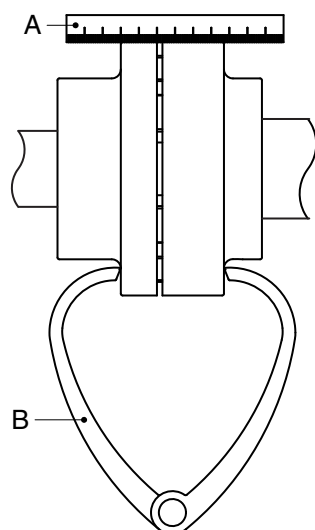

Figure 3: Alignement de l'accouplement à l'aide d'une règle et d'un compas d'épaisseur.
- 1 Placez une règle (A) sur l'accouplement. Elle doit toucher les deux demi-accouplements sur toute la largeur. Voir figure 3. Réalisez ce contrôle à 3 endroits autour de l'accouplement.
- 2 Vérifiez tout écart angulaire éventuel, à l'aide d'un compas d'épaisseur (B) en 2 points correspondants des surfaces latérales des demi-accouplements. Voir figure 3. Réalisez ce contrôle à 3 endroits autour de l'accouplement.